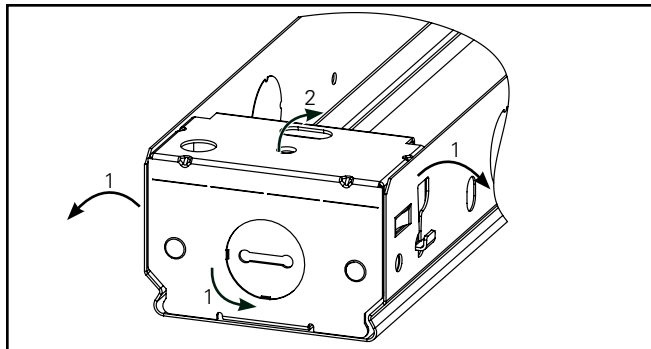

Figura 2.
1. Gire el extremo, separando ligeramente el canal y empujando la parte inferior del extremo (Figura 2.).